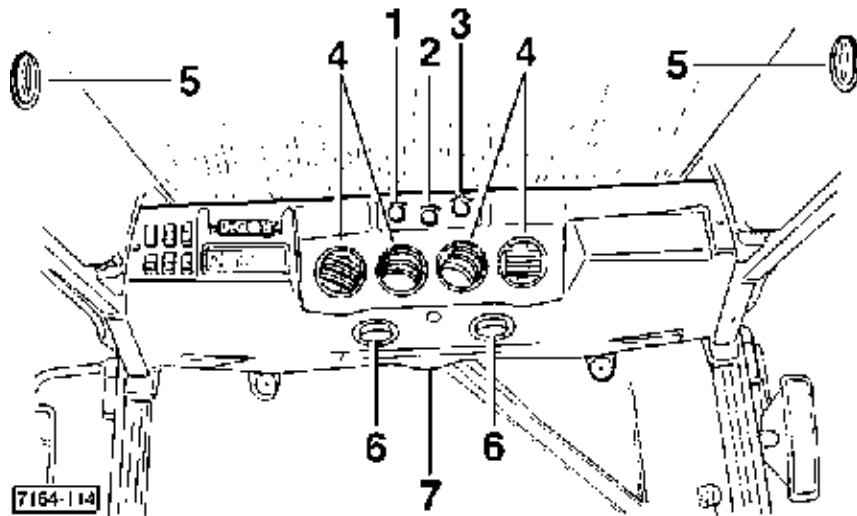

Fig. 54 - **Plafond de cabine**
Le groupe de ventilation est positionné dans le plafond de la cabine. La mise en route et le réglage du ventilateur se font en tournant le commutateur électrique (3 Fig. 54), de manière à obtenir la vitesse désirée.
Le débit d'air est divisé et orienté en positionnant les diffuseurs de façon opportune (4 Fig. 54), même pour faciliter le dégivrage du pare-brise.
L'air peut être prélevé de l'extérieur ou de l'intérieur de la cabine en réglant les aérateurs latéraux de recirculation de l'air (5 Fig. 54).
N.B. - Les diffuseurs (4-6 Fig. 54) ne doivent jamais être complètement fermés, pour permettre la circulation normale de l'air.
Pour pressuriser davantage la cabine, l'air doit être aspiré de l'extérieur, donc la grille d'air de circulation interne (5 Fig. 54) doit être complètement fermée.
L'installation s'allume et se règle avec la manette de commande (1 Fig. 54) placée dans la partie avant du plafond et avec l'électroventilateur, en plaçant le commutateur sur la vitesse désirée (3 Fig. 54).
Pour obtenir un chauffage rapide de la cabine, tourner la manette de commande (1 Fig. 54) en fin de course et tourner la commande de la ventilation sur la troisième vitesse.
Le dégivrage du pare-brise s'effectue par la fente (7 Fig. 54). Pour obtenir un dégivrage rapide, il est recommandé de fermer tous les autres diffuseurs.
Tourner la manette (3 Fig. 54) et la placer sur la vitesse désirée.; ensuite tourner le potentiomètre de conditionnement (2 Fig. 54) compte tenu qu'en le tournant dans le sens des aiguilles d'une montre, la température progressivement diminue à l'intérieur de l'habitacle.
La partialisation s'effectue par le réglage de la position des aérateurs de recirculation (5 Fig. 54).